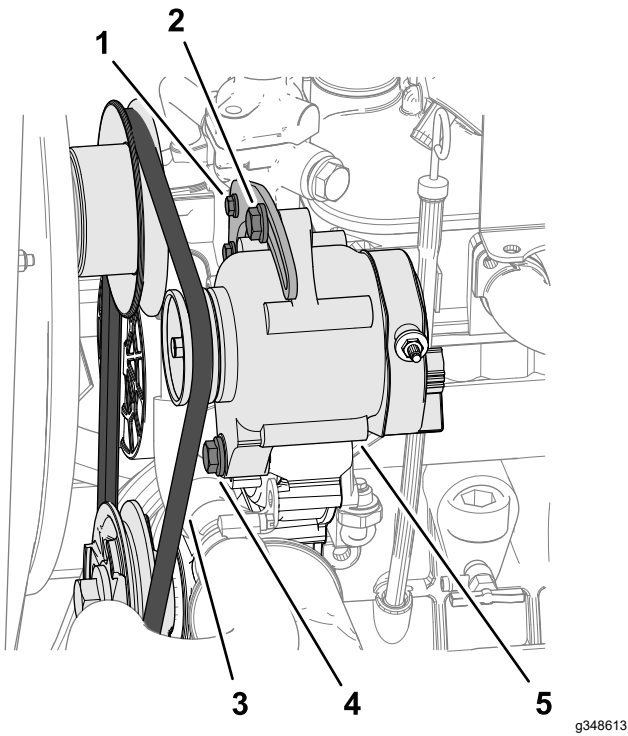

Bild 83
4. Üben Sie eine Kraft von 100 N (10 kg) auf den Lichtmaschinenriemen (Bild 83) in der Mitte zwischen den Riemenscheiben aus.
- Wenn der Riemen um weniger als 10 mm ausgelenkt werden kann, lösen Sie den Drehstift und die Spannschraube (Bild 83) der Lichtmaschine und verringern Sie die Riemenspannung.
- Wenn der Riemen um mehr als 10 mm ausgelenkt werden kann, lösen Sie den Drehstift und die Spannschraube (Bild 83) der Lichtmaschine und erhöhen Sie die Riemenspannung.
Hinweis: Lösen Sie bei Bedarf die Spannschraube der Halterung (Bild 83).
6. Ziehen Sie die Schrauben fest (Bild 83).